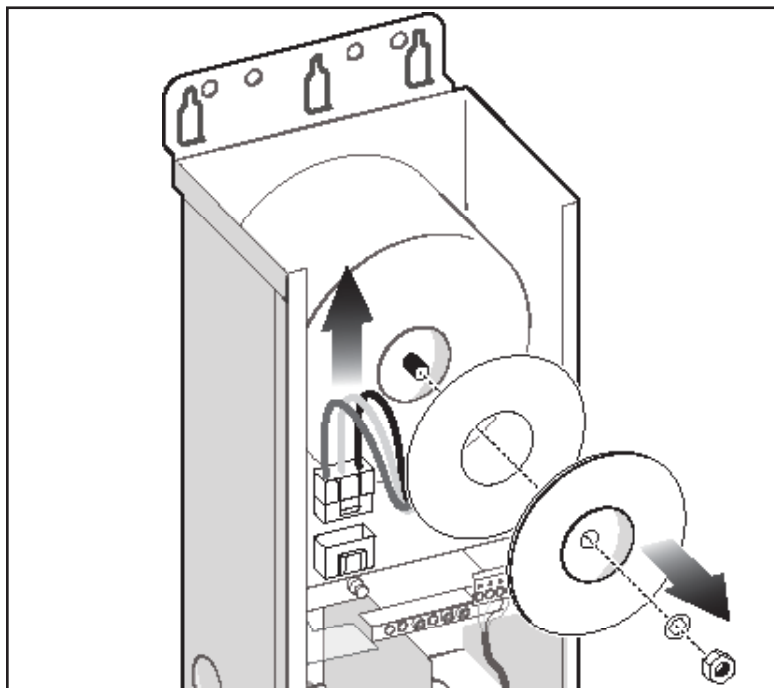

Figura 2. Desenchufar el conector de cables de entrada y extraer la tuerca del transformador
4. Desenchufe el mazo de conectores de cables de entrada del transformador. Consulte la Figura 2.
5. Use una llave de 14 mm para extraer la tuerca del transformador. Consulte la Figura 2.
6. Extraiga las arandelas y la junta del transformador. Consulte la Figura 2.